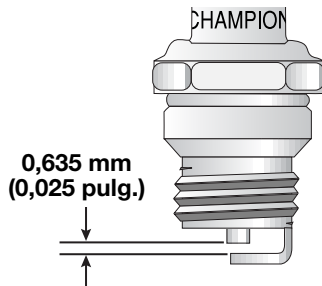

Fig. 23
3. Cambie las bujías que estén rajadas, sucias o deterioradas. Fije la separación de aire a 0,635 mm (0,025 pulgadas) utilizando un calibrador (Fig. 23).